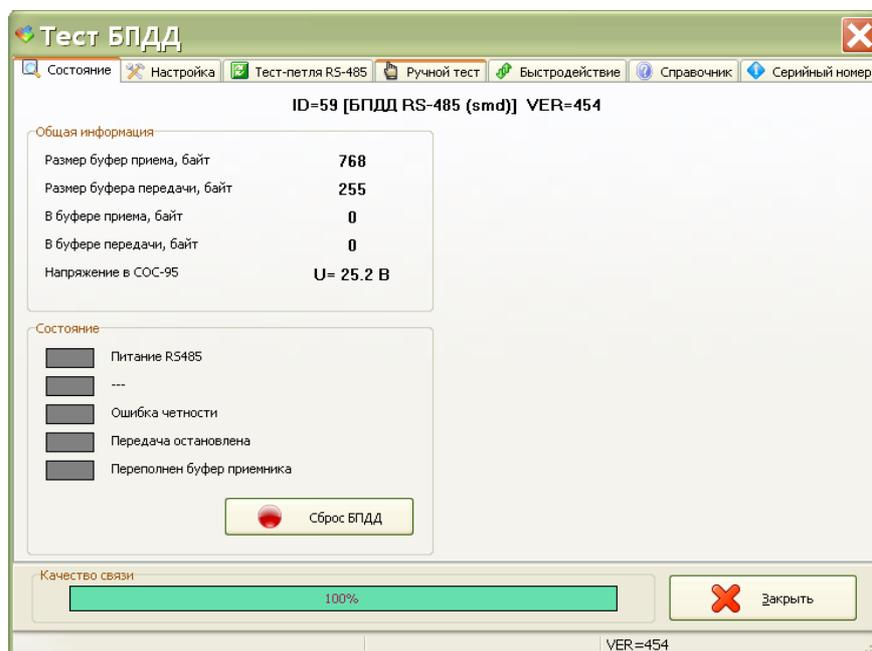

Рисунок 36
4) В окне поиска выполните двойной клик левой кнопкой мышки по адресному блоку, например, БПДД-RS. Откроется окно параметров блока БПДД-RS (рисунок 36).